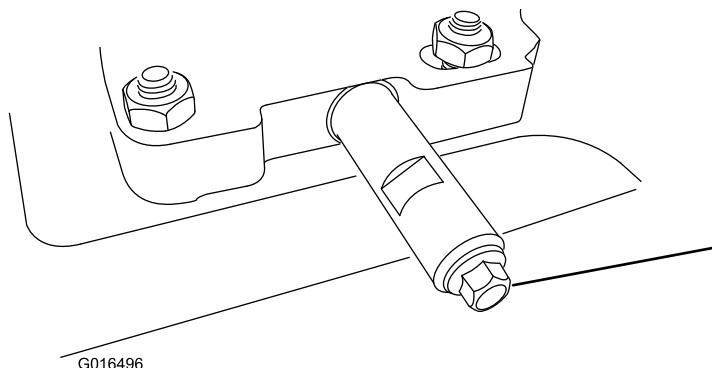

Рисунок 35
- Очистите поверхность вокруг гайки отверстия слива масла (Рисунок 35).